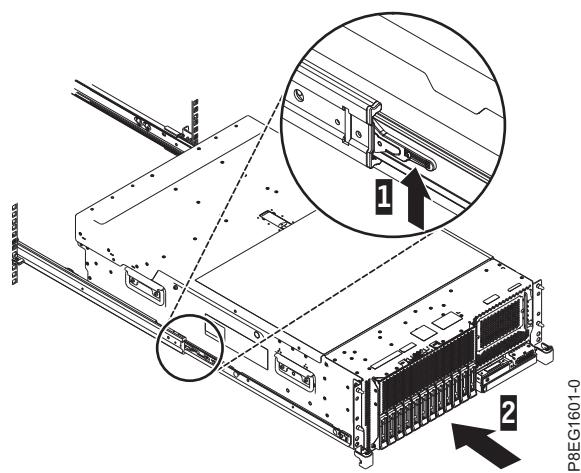

図 8. リリース・ラッチとサーバー
3. スライド・レールにある青色のリリース・ラッチ (1) を引き上げ、サーバー (2) を所定の位置に収まるまでラックの中に押し込みます。 詳しくは、図 8 を参照してください。